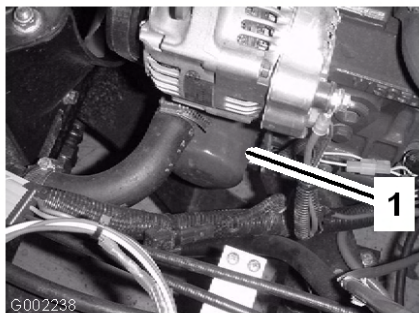

図 41
7. 古いオイルフィルタ（図 41）を外す。
10. アダプタに新しいフィルタを取り付ける。ガスケットがアダプタに当たるまで手でねじ込み、そこから更に 1/2 回転増し締めする（図 41）。